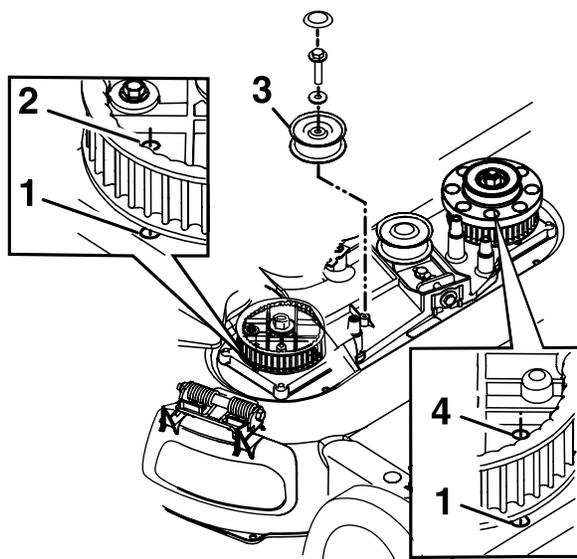

Figura 45
8. Staccate la puleggia tendicinghia fissa e la bulloneria (Figura 45).
10. Allineate i fori nelle ruote dentate di destra e sinistra con i fori nell'alloggiamento, come illustrato nella Figura 45.